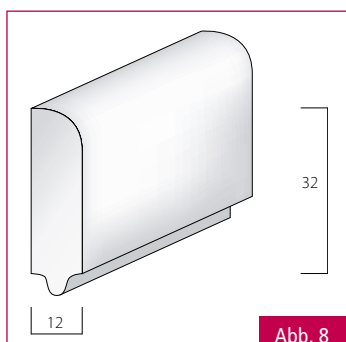

Abb. 8
6. Feder am Boden des Streifens für die Aufkantung fräsen (**Abb. 8**).